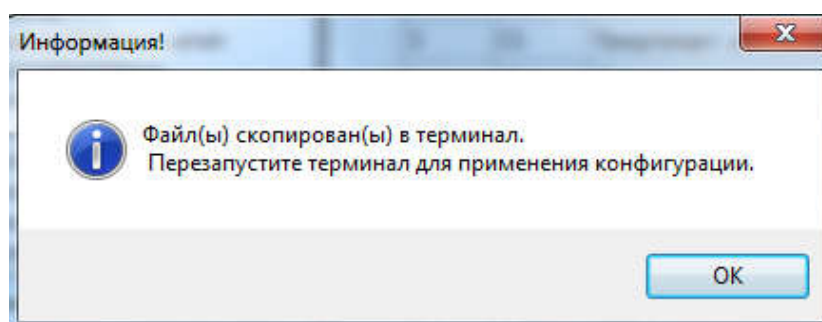
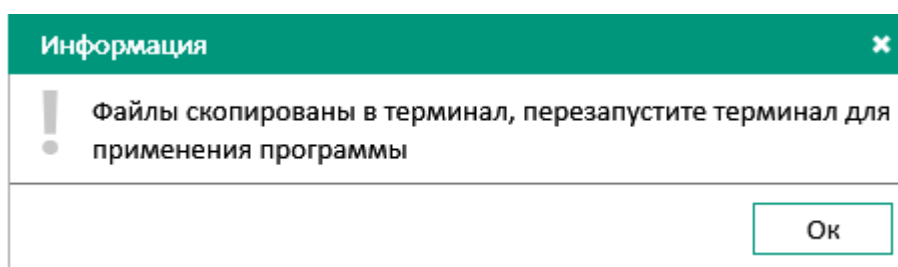

Рисунок 14 – Окончание записи конфигурации
Рисунок 24 – Окончание записи конфигурации и программного обеспечения в терминал
4.9 По окончании копирования всплывет информационное окно с сообщением: «Файл(ы) скопирован(ы) в терминал. Перезапустите терминал для применения конфигурации.» (см. рисунок 14).
5.2.6 По окончании копирования отображается информационное окно (см. рисунок 24).
При успешной замене ПО и/или конфигурации в АРМ-релейщика на экране появится соответствующее сообщение (см. рисунок 14). Аналогично при успешной замене ПО и/или конфигурации в Smart Monitor появится диалоговое окно (см. рисунок 24). Несмотря на успешное завершение операции, после перезагрузки терминал может перейти в состояние «Неисправность». В этом случае необходимо воспользоваться рекомендациями, которые показаны на рисунке 27, поз. 2 (на рисунке обозначено стрелкой с надписью «Успешно»).